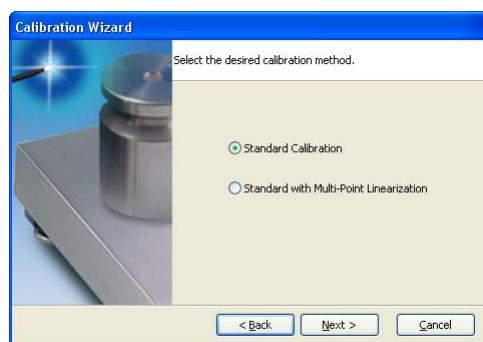

Figura 4-3. Pantalla del Calibration Wizard de Revolution
1. En la primera pantalla del Calibration Wizard [Asistente de calibración] (vean la Figura 4-3), seleccionar si estás ejecutando una calibración estándard (cero y alcance) o una calibración lineal de puntos múltiples. Hacer clic en el botón *Next [Próximo]* para continuar.